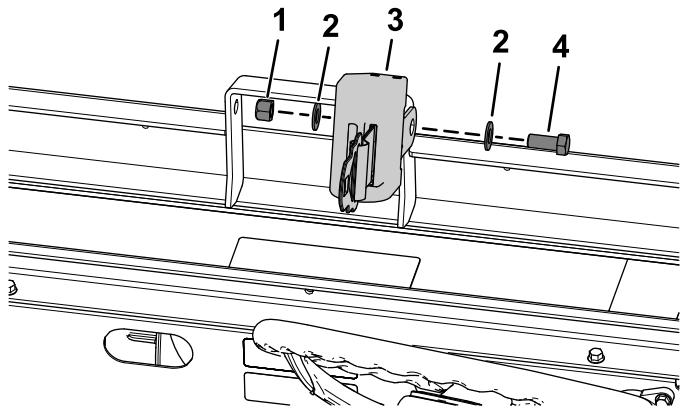

Figure 28
4. Fixez une ceinture de sécurité à l'aide d'un boulon à tête hexagonale (7/16" x 1"), de 2 rondelles plates (7/16") et d'un contre-écrou (7/16"), comme montré à la Figure 28.